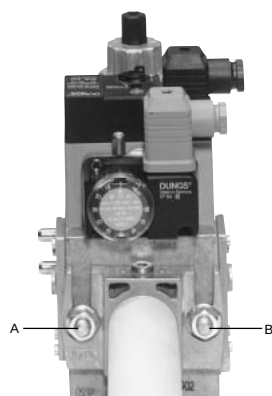
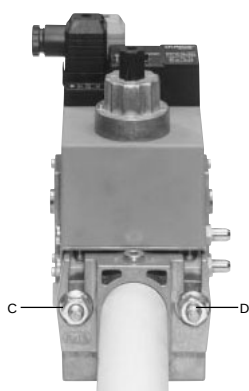
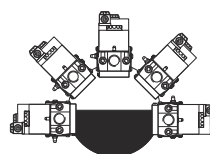

Рис. 4
Рис. 5
Рис. 7
- 4 согласно ссылки, данной на Рис. 4, закрепить фланец к шпилькам котла с помощью гаек **D**, не затягивая их полностью;
3. Затянуть винты A, B, C и D (Рис. 4 - Рис. 5), (Рис. 7), соблюдая дистанции монтажа (Рис. 7);